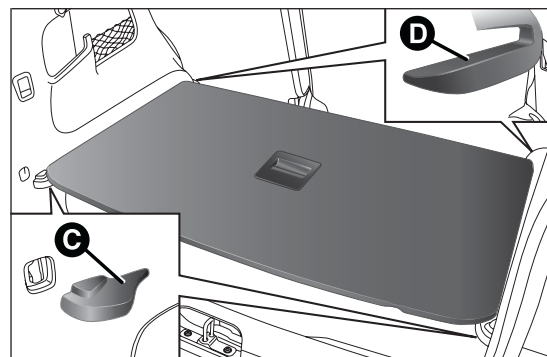

fig. 93
- ☐ posizionare correttamente il piano B sulle relative sedi C e D fig. 93 presenti sui fianchetti laterali.